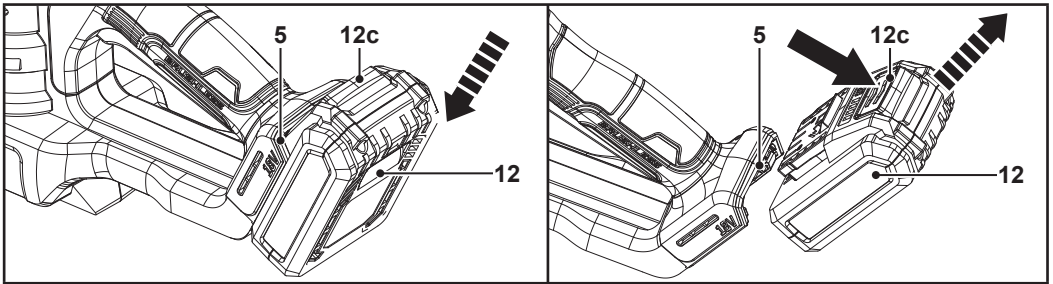
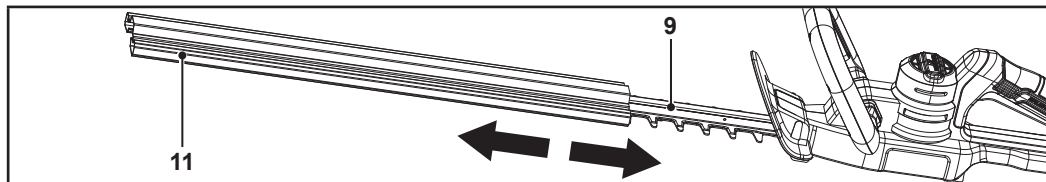

Fig. 2
Fig. 4
**Cubierta de la cuchilla (11):** Cuando no utilice la máquina, retire la batería (12) (Fig. 2) y coloque la cubierta de la cuchilla en la cuchilla (9) (Fig. 4). De este modo, protegerá la cuchilla y evitará lesiones por corte y daños a otros objetos.
**Montaje:** Alinee la batería (12) con el puerto de conexión de la batería (5) y deslícela hacia dentro. Asegúrese de que encaja en su sitio (Fig. 2).
**Desmontaje:** Presione el botón de liberación (12c) y saque la batería (12) del puerto de conexión de la batería (5) (Fig. 2).
**Desmontaje:** Retire la cubierta de cuchilla (11) de la cuchilla (9) (Fig. 4).
**Montaje:** Inserte la cubierta de cuchilla (11) en la cuchilla (9) (Fig. 4).